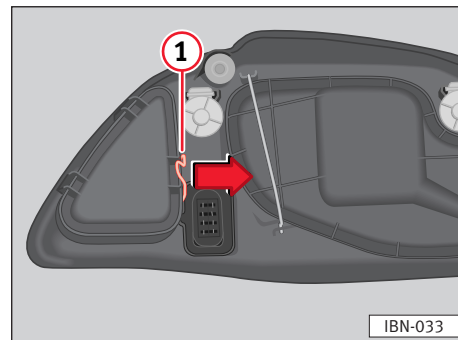

Fig. 152
- Empurrar o tirante ⇒ fig. 152 ① no sentido da flecha e retirar a tampa.